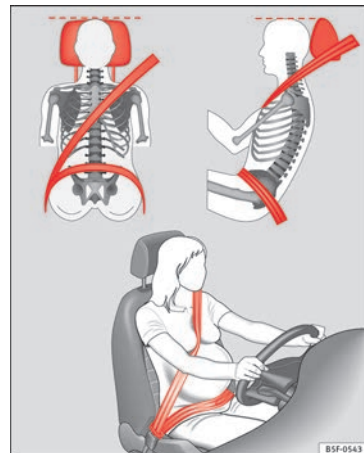

Bild 11 Placera säkerhetsbältet i axel-och bäckenområdet på gravida kvinnor.
- Säkerhetsbältets axeldel måste ligga på mitten av axeln och aldrig över halsen. Säkerhetsbältet måste ligga plant och väl åtsittande mot bröstkorget » **bild 11**.
- Säkerhetsbältets nedre del ska ligga över bäckenet och aldrig över magen. Säkerhetsbältet måste ligga plant och väl åtsittande mot bäckenet » **bild 11**. Dra i bältet vid behov så att det sitter sträckt för att undvika slakhet.